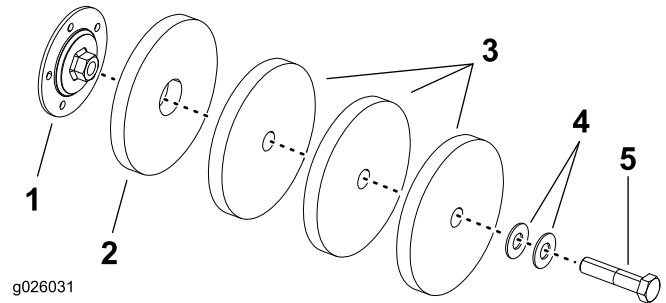

Figure 2
3. Montez 1 masse intérieur et 3 masses sur chaque roue au moyen de 2 rondelles et de 1 boulon, comme montré à la Figure 2.